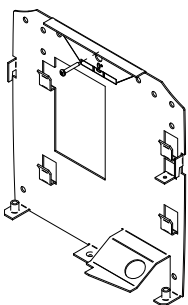

FIG. 1
POUR PLUS DE CLARTÉ, LA PARTIE MÉCANIQUE N'EST PAS REPRÉSENTÉE SUR CES FIGURES. (FIG.1,2 & 3)
1. Déterminer l'emplacement du sèche-mains sur le mur et placer la vis d'ancrage centrale à l'endroit approprié sur la plaque sans la serrer complètement. (FIG. 1)
- Dévisser la vis et glisser la carte vers l'extérieur du support. (FIG.1)